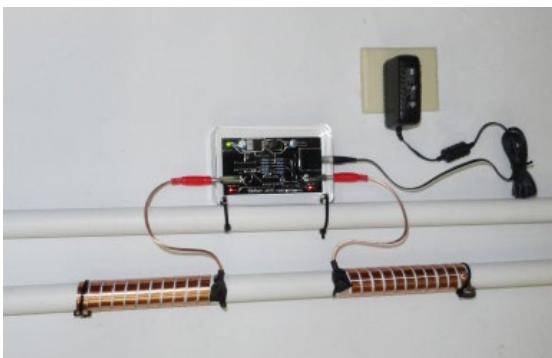

Bild 4: Grundsätzliche Anordnung zur physikalischen Wasserbehandlung
Die Vorgänge werden an einem Gerät erläutert, dessen äußeres Erscheinungsbild sehr häufig anzutreffen ist und dessen Wirkprinzip bezweifelt wird. Eine prinzipielle Darstellung ist in Bild 4 wiedergegeben, ein Gerät,
Betrachtet man das Bild 4, so erkennt man die beiden Wicklungen, mittels derer Impulse eingekoppelt werden. Viele Hersteller benennen diese Wicklungen als „Spulen“, weil sie so aussehen. Im elektrischen Sinne sind sie es aber gar nicht. Eine „induktive“ Einkopplung ist dadurch nicht möglich, und wäre es eine Induktivität, so würde das Gerät an Eisenrohren versagen, was es aber nicht tut. Diese Wicklung stellt einen Teil einer Kapazität dar, sie ist eine Kondensatorfläche, die zweite wird durch das Wasser gebildet. Diese Wicklung ist ein technologischer Kompromiss, eine um die Rohrleitung gelegte Metallfolie brächte bei gleicher Länge eine etwas höhere Kapazität, müsste aber speziell angefertigt und für jeden Rohrdurchmesser gesondert angepasst werden. Normales Lautsprecherkabel gibt es dagegen vom Meter und passt sich bei der Montage dem Rohrdurchmesser problemlos an.
- Bild 4, 6, 9 und 11: Informationsschrift der Christiani Wassertechnik GmbH